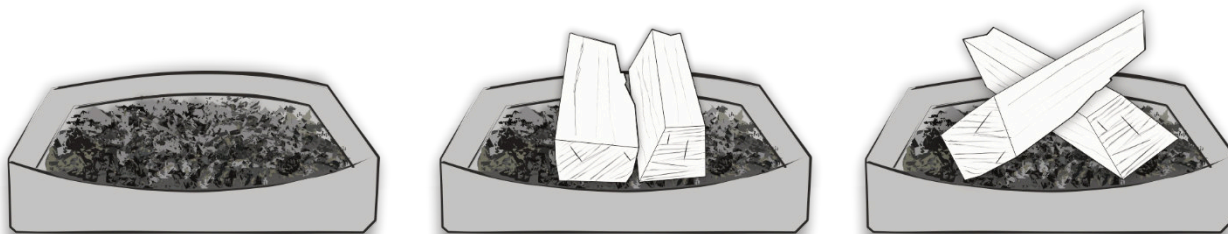

Abb. 8 – Nachlegen
- Öffnen Sie die Tür, legen Sie Holzscheite in den Ofen auf die glühenden Holzreste und schließen Sie die Tür – Abb. 8.